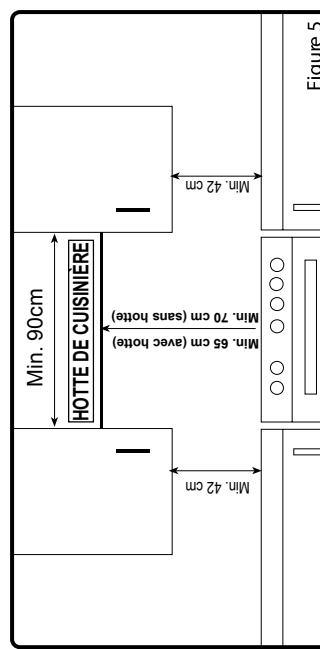

Figure 5
- La cuisinière peut être placée près d'un autre meuble, mais veillez à ce que la hauteur des meubles environnants ne dépasse pas la hauteur de la cuisinière (voir fig. 5).
La hauteur minimum entre le plan de cuisslon et la hotte (ou les éléments muraux) est indiquée la fig. 5. La hotte d'évacuation doit être située à au moins 65cm du plan de cuisslon. S'il n'y a pas de hotte, la hauteur du meuble situé au-dessus du plan de cuisslon ne doit pas être inférieure à 70cm.